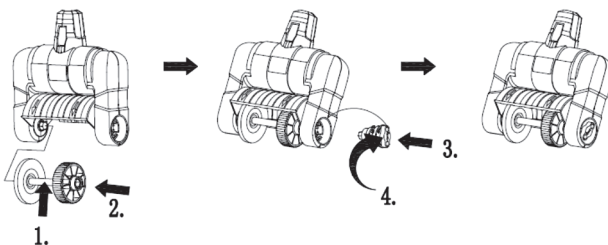

Abb. 4
B. Montieren Sie die Kunststoffwalzenbürste oder Metallbürste. Siehe Abb. 4